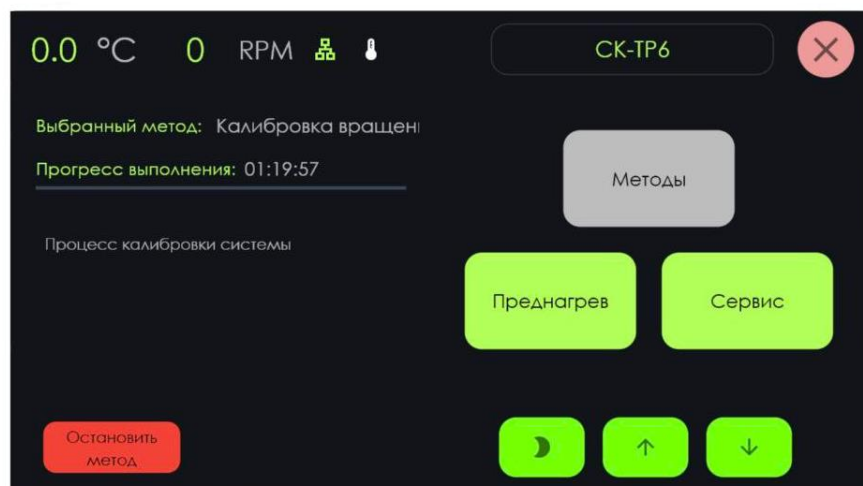

Рисунок 33 – Главный экран. Процесс калибровки системы
При выборе «Да», запустится процесс калибровки и пользователя переместит на главный экран (рисунок 33).
- методы (см. стр. 20, рисунок 33)